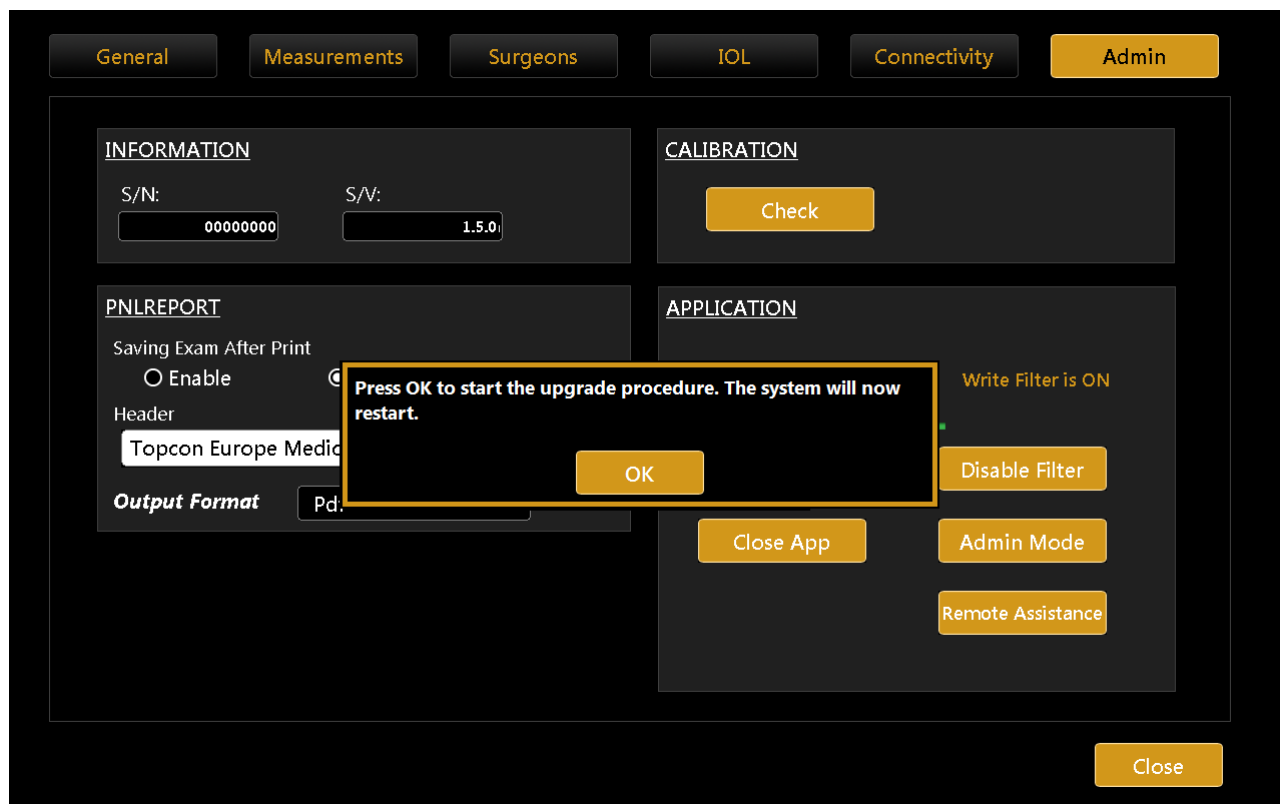

Рис. 98
8. Нажмите **"ОК"**, чтобы перезагрузить систему и начать процесс обновления (см. рис. 98).